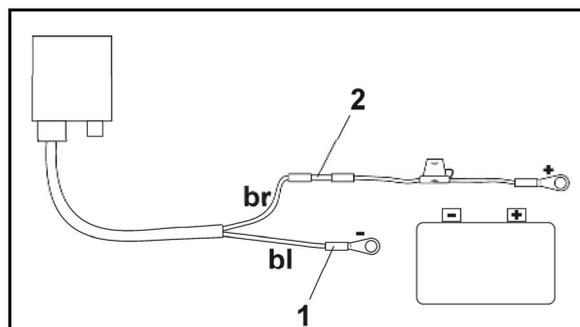

Fig. 18
2. Extraer los pernos de articulación (Fig. 18/1).
5. Introducir el conductor de cable azul (masa) en una lengüeta redonda (Fig. 18/1).
7. Introducir el conductor de cable marrón (+ 12 voltios) en el extremo libre del acoplamiento de impulso (Fig. 18/2).
9. Hacer que se encoja el acoplamiento de impulso (Fig. 18/2) aplicándole calor (mechero o secador) hasta que se suelte el pegamento.